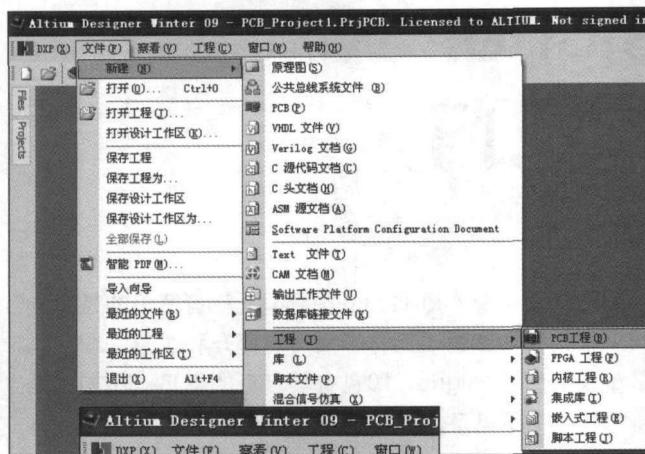

图3
(3) 单击菜单“文件\新建\工程\PCB工程”就建立了一个PCB项目，同时这个项目出现在项目面板上见图3。
从图3中可以看到，Altium Designer 10文件的管理模式类似于树形结构，最上层（工作台）是项目工作区名称（注意工作区不是文件夹，而是一种文本文档，保存的是一种工作状态信息与链接关系），下面是已建的项目名称，每个工作区可以管理多个项目，包括PCB项目与FPGA项目。每个项目下是与其关联的文档包括原理图文档和PCB文档等。
(1) 打开集成库项目，如系统自带的“F:\VAD 09 USER\Library\Miscellaneous Devices.Lib”，按提示操作“摘录源信息、打开已有的集成库项目”，这时集成库就出现在了项目面板中如图3所示。Miscellaneous Devices.LibPKG是系统为其自动建立的同名集成库项目包名称，下面的*.schlib就是原理图库，*.PcbLib就是与之关联的封装库，还可以在此为其添加更多的封装库。单击原理图库名称打开库编辑器，在这个环境中编辑元件。环境设置主要是栅格设置，方法与原理图绘制中的设置类同。利用放置和工具菜单中的相关命令可以对元件几何图形及管脚进行编辑修改。注意的是在满足国家技术标准的前提下，图形符号要美观、尺寸适度、位置要与栅格线对称，元件的管脚长度可以不为10，但一定要使元件管脚的节点处在栅格相交点上。按SCH library面板模型区下方的添加按钮打开查找库文件对话框，可以为被编辑的元件添加更多的封装模型，这些模型可以是*.PCBLib库中的所有模型见图7。
(2) 编辑完成后利用菜单“工程\Compile Integrated Library *.LIBPKG”(*代表的是正在编辑的集成库包项目名